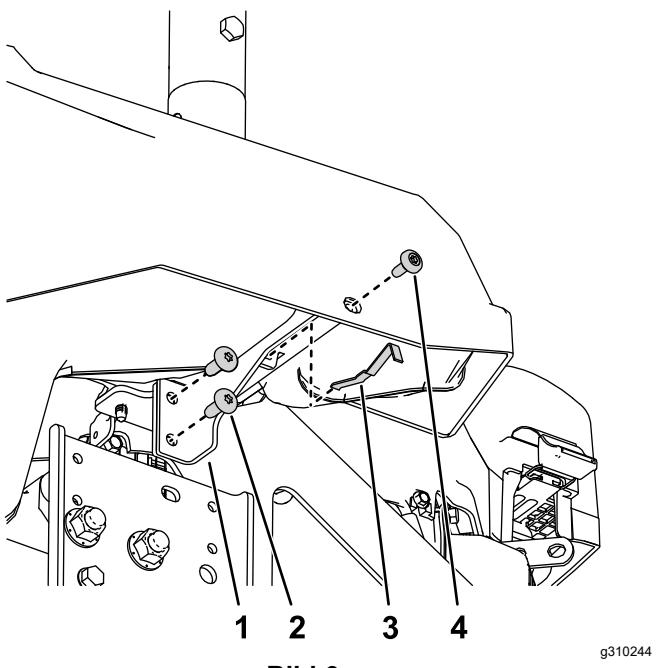

Bild 9
3. Montieren Sie die linke Halterung der Verkleidung mit zwei selbstschneidenden Schrauben (5/16" x 3/4") am Maschinenrahmen und den in 1 Vorbereiten der Maschine \(Seite 4\) entfernten Teilen, wie in Bild 9, dargestellt.